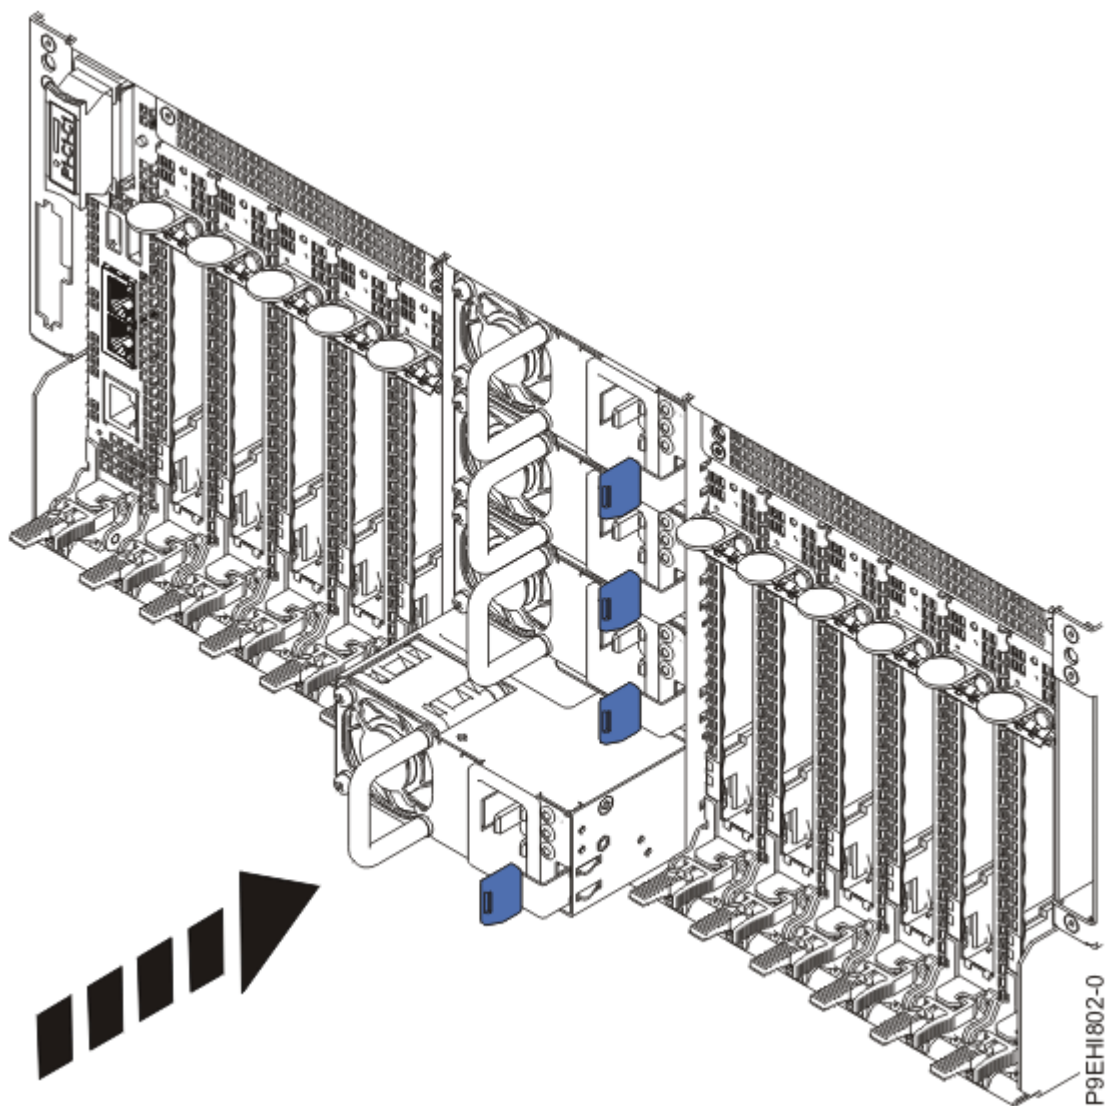

Figura 29. Substituindo a fonte de alimentação no sistema
3. Alinhe a fonte de alimentação com o compartimento e deslize a fonte de alimentação para dentro do sistema até que a trava se encaixe no local, como mostrado na Figura 29 na página 30.